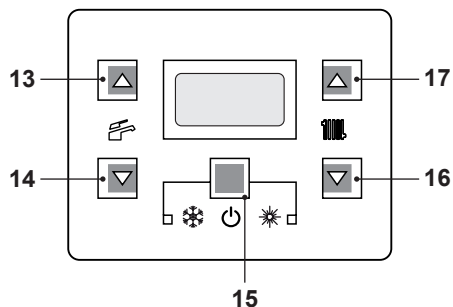
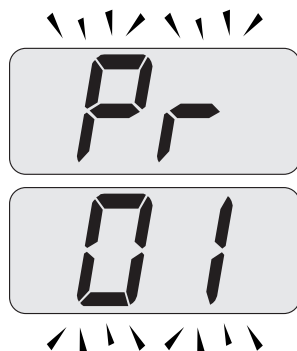
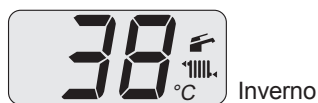

Figura 9.16
Figura 9.17
Figura 9.22
- Entrare in "modalità programmazione" premendo contemporaneamente per 10 secondi di i tasti 15 - 16 - 17 (Figura 9.16) fino a far apparire sul display LCD le lettere **Pr** che si alternano con il codice **01**, indicanti l'entrata nel "parametro 01" (Figura 9.17).
- Premere contemporaneamente i tasti 16 e 17 (Figura 9.16) fino a far apparire sul display LCD le lettere **LP** che si alternano con il valore di temperatura dell'acqua di riscaldamento (es. **45**), indicanti l'entrata nell'attivazione della "funzione spazzacamino" alla potenza minima in sanitario (Figura 9.18).
- Premendo il tasto 17 (Figura 9.16) è possibile variare la potenza in modalità spazzacamino: con visualizzazione sul display LCD delle lettere **hP** che si alternano con il valore di temperatura dell'acqua di riscaldamento (es. **32**), siamo in "funzione spazzacamino" alla potenza minima in riscaldamento (Figura 9.19).
- Ripremendo contemporaneamente per 10 secondi i tasti 15 - 16 - 17 (Figura 9.16) si esce dalla "modalità spazzacamino" e si ritorna allo stato di caldaia precedentemente impostato (Figura 9.22).